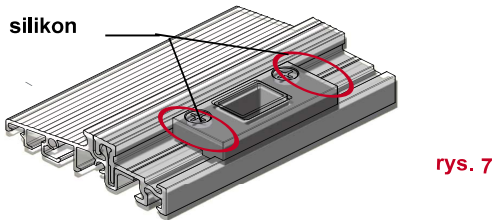

rys. 6
- **Silikonuj** wszystkie miejsca styku listwy klipsującej z zaczepami i łącznikami progu. (rys. 6)